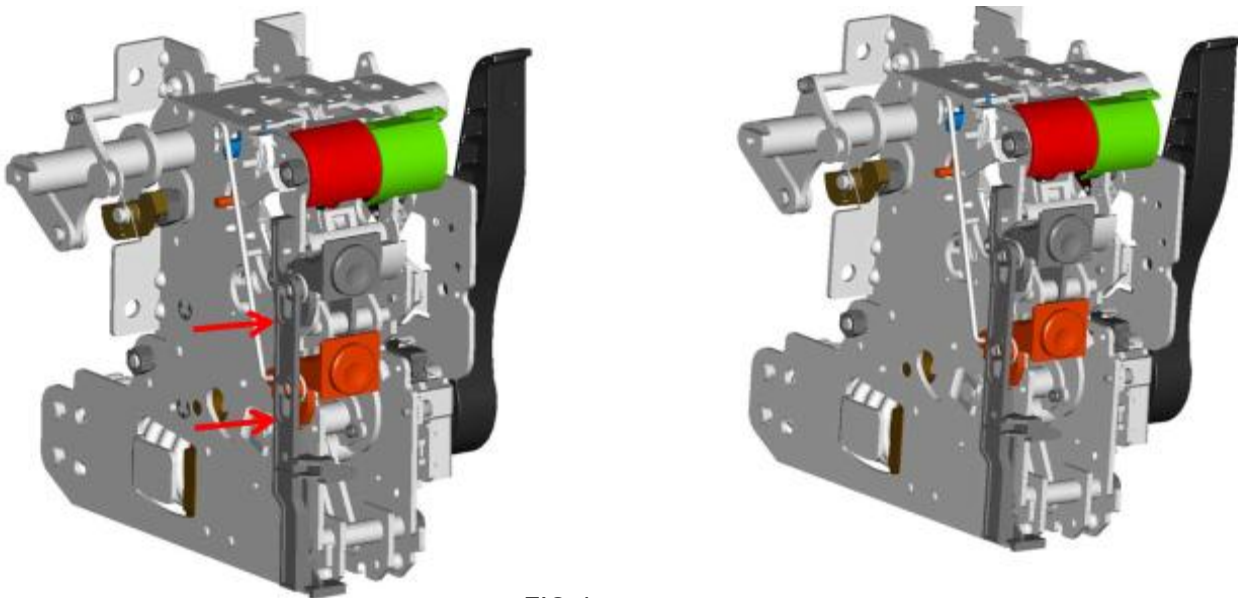

FIG 4
4. FIG 4와 같이 품9 E-Ring을 버튼 핀에 삽입하여 주십시오.
4. Assemble the ⑨E-Ring to the button pins like FIG 4.